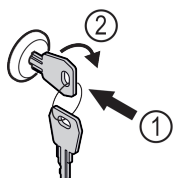

Fig. 87 Przykładowa prezentacja
- Włożyć kluczyk Fig. 87 (1).
- Przekręcić kluczyk o 90° w prawo Fig. 87 (2).